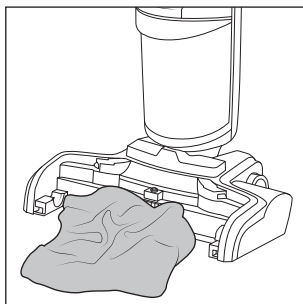

Afb. 34
- ♦ Pak de houder links bij de borstelrol **6** vast en trek hem omhoog om de borstelrol uit het voetgedeelte **3** te nemen (zie afb. 34).